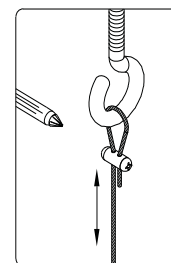

Figure 11
7) To adjust fixture height- locate screws at end of cable. (See Fig. 11)
(Vea Fig. 11) Mientras este sosteniendo el ensamblaje del luminario, ligeramente suelte el tornillos - (no quite el tornillos) Ajuste el cable a la altura del luminario deseada. Apriete el tornillos bien asegurado.
7) Pour ajuster la hauteur de l'appareil, utiliser les vis à l'extrémité du câble. Voir la fig. 11.